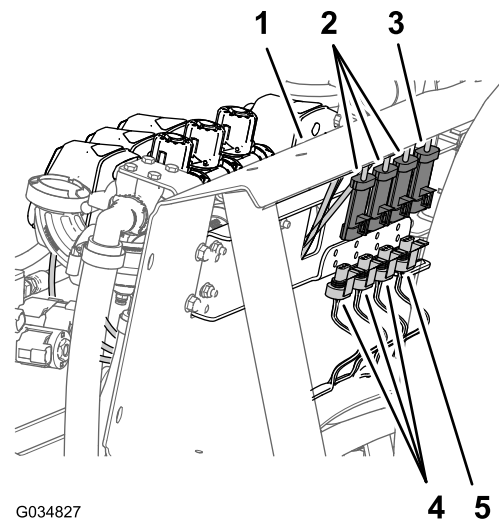

Рисунок 23
2. В задней части крепления коллектора отсоедините 3-гнездовой разъем от клапана перемешивания и 3-гнездовые разъемы от 3 клапанов секций стрелы (**Рисунок 23**).